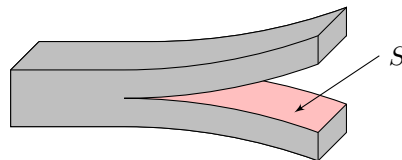

Рис.1. Разрез листа
- удельная работа отделения R (в Дж/м²) – работа на отделение единичной площади отреза от материала, например, при разрезе листа с площадью поперечного сечения S выделяется энергия $\Delta E = RS$ (см. рис.1).